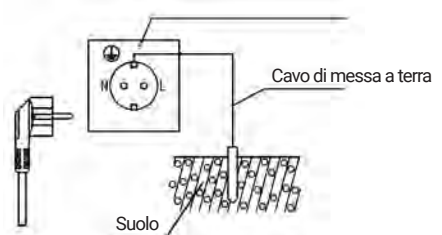

Figura 5
- (9) Dopo aver verificato che i valori nominali dei contatori elettrici, dei cavi, degli interruttori, delle spine e dei fusibili nel sistema di alimentazione soddisfino i requisiti di consumo energetico di questo prodotto, collegare una presa di posizione adatta per fornire alimentazione allo scaldabagno. nella figura 5). L'altezza di installazione della presa di corrente da terra non deve essere inferiore a 1,8 m.
- (10) Dopo aver verificato che i valori nominali dei contatori elettrici, dei cavi, degli interruttori, delle prese e dei fusibili nel sistema di alimentazione soddisfino i requisiti di consumo energetico di questo prodotto, collegare una spina di alimentazione separata in una posizione idonea per fornire alimentazione allo scaldacqua elettrico (come mostrato in figura 5). L'altezza di installazione della presa di corrente da terra non deve essere inferiore a 1,8 m.